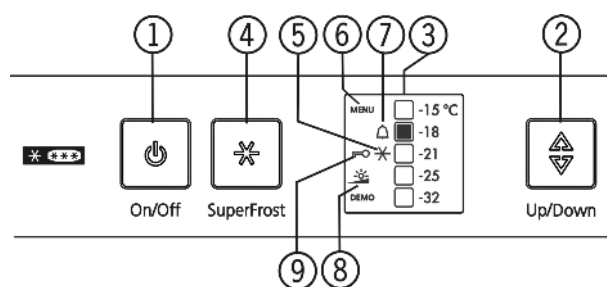

Fig. 3
- Simbolis „SuperFrost“ Fig. 3 (5) mirksi kartu su temperatūros indikatoriumi.